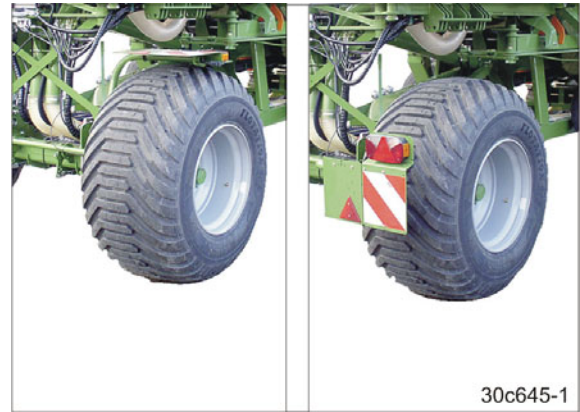

Fig. 221
- o hækbøjlen (Fig. 221) med belysningsselementer og advarselstavler er klappet i vejtransportposition.